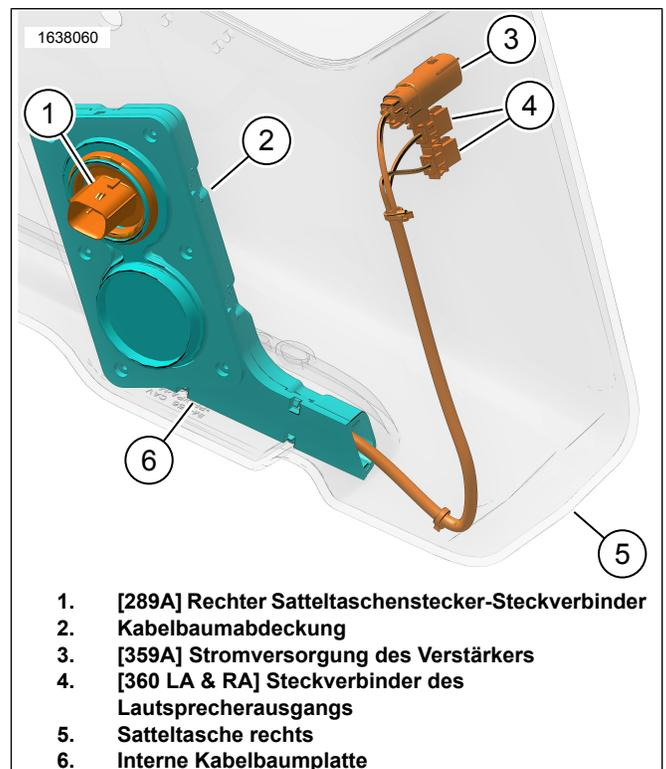
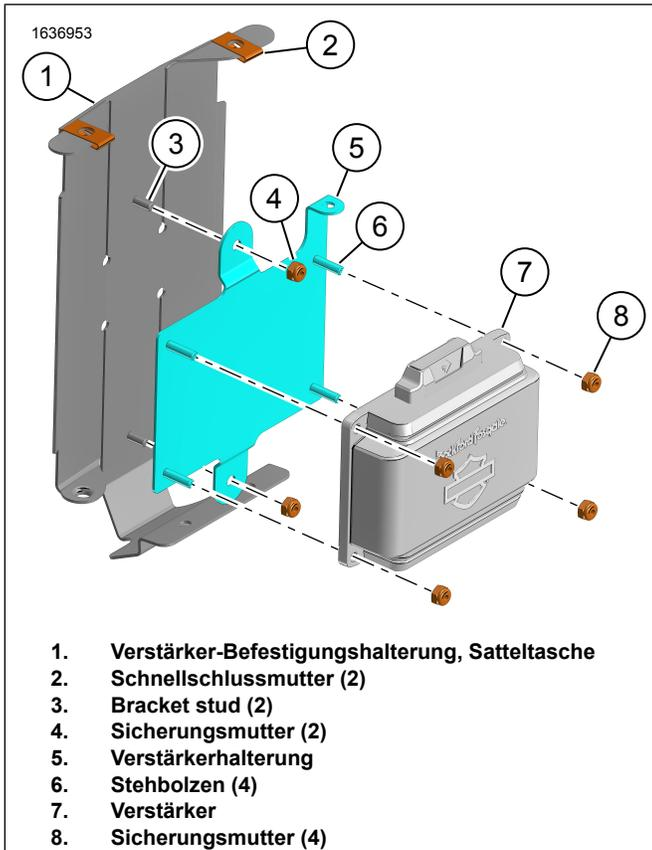
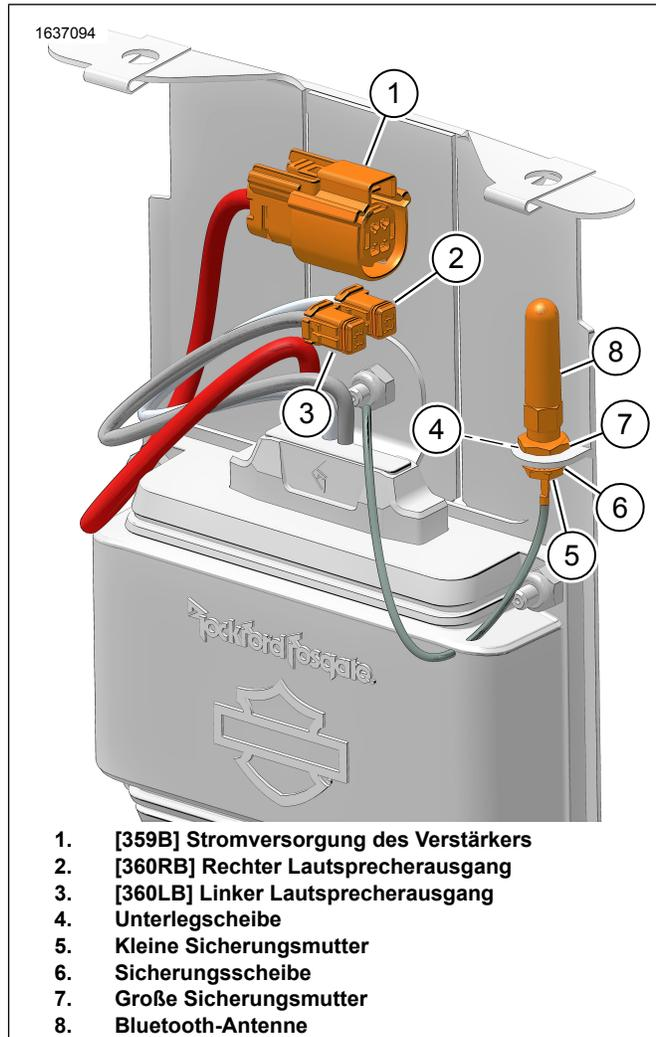

Abbildung 8. Interner Kabelbaum 69202871
Abbildung 9. Verstärker-Befestigungshalterung
Abbildung 10. Verstärkerbaugruppe
8. Siehe Abbildung 8. Den internen Kabelbaum wie abgebildet installieren.
- a. Die Kabelbaumabdeckung (2) einbauen.
9. Siehe Abbildung 10. Antenne montieren.
- a. Die kleine Unterlegscheibe (5) und die Sicherungsscheibe (4) am Antennensockel anbringen.
- c. Die Unterlegscheibe (4) und die große Sicherungsmutter (7) anbringen. Baumgruppe festziehen.
10. Siehe Abbildung 9. Verstärker-Befestigungshalterung zusammenbauen.
- a. Schnellschlussmutter (2) installieren.
- b. Die Verstärkerhalterung (5) an den Halterungsbolzen (3) montieren.
- c. Sicherungsmutter (4) anbringen. Festziehen.
- d. Verstärker (7) einbauen.
- e. Sicherungsmutter (4) anbringen. Festziehen.
14. Siehe Abbildung 8 und Abbildung 10 . Schließen Sie den internen Kabelbaum an die Verstärkerbaugruppe an.
15. Siehe Abbildung 10. Die rechten Lautsprecherkabel mit der Verstärkerbaugruppe verbinden.
Siehe Abbildung 8 und Abbildung 10 . Schließen Sie den internen Kabelbaum an die Verstärkerbaugruppe an.